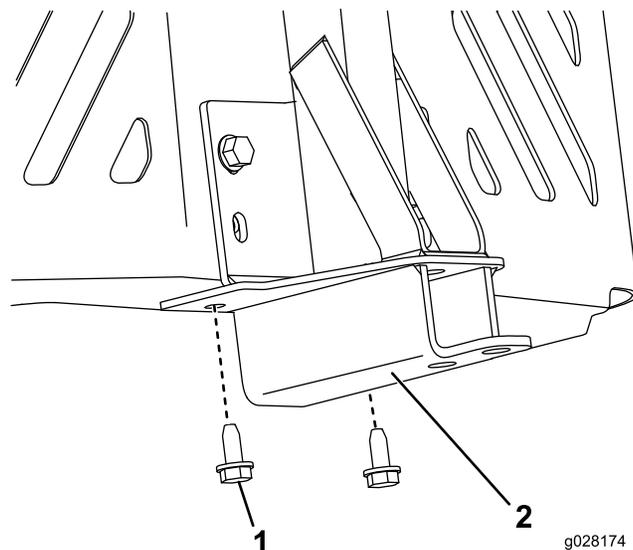

Figura 16
5. Levante el bastidor de giro y sujételo a la parte inferior del bastidor de la máquina usando 2 tornillos autorroscantes (5/16" x 3/4"), según se muestra en Figura 16.
3. Retire los 2 tornillos autorroscantes existentes de la parte inferior del bastidor de la máquina (Figura 16).